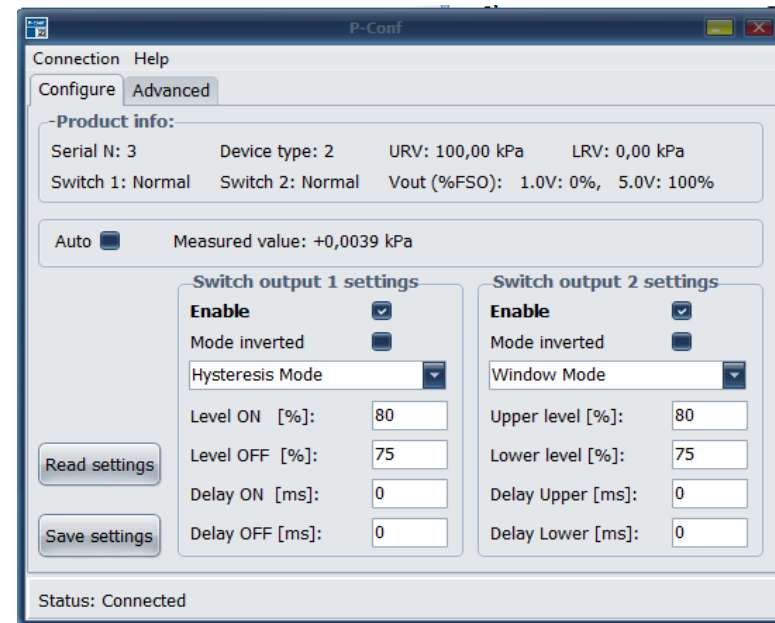
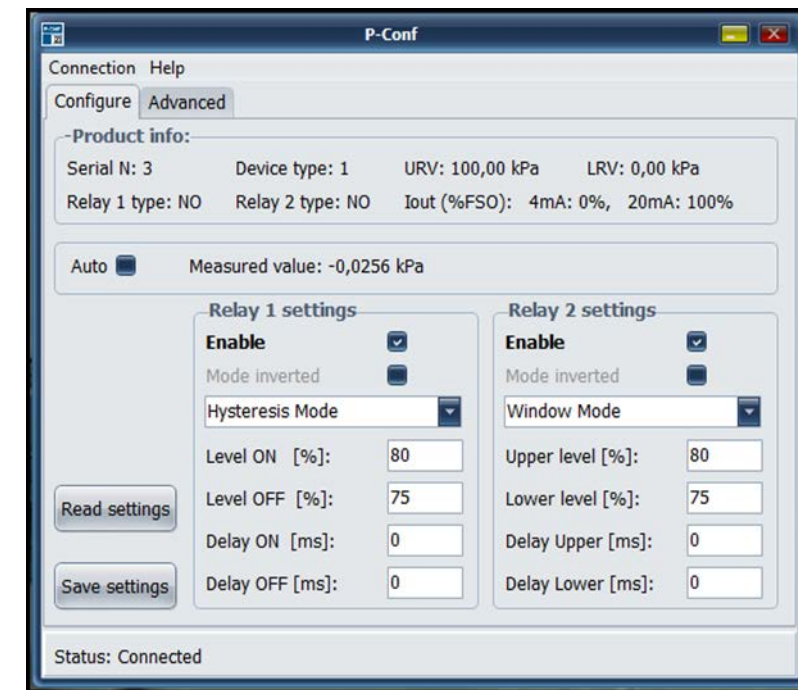

Рисунок 3 – Основное окно программы для моделей 3410 p, 3420 (p, ps)
Рисунок 4 – Основное окно программы для моделей 3410 r, 3420 (r, rs)
3) выбрать команду «**Connection** ▶ **Connect**» – после удачного соединения ПО с настраиваемым изделием появится основное окно с доступными настройками на вкладке «Configure» (рисунок 3 или 4).
В секторах «Switch output 1(2) settings» (рисунок 3), или секторах «Relay 1/2 Settings» (рисунок 4), при отмеченной опции **Enable**, имеется возможность установить основные параметры работы каждого реле, которые зависят от выбранного режима работы выхода: гистерезис, окно или импульс (таблица 1).